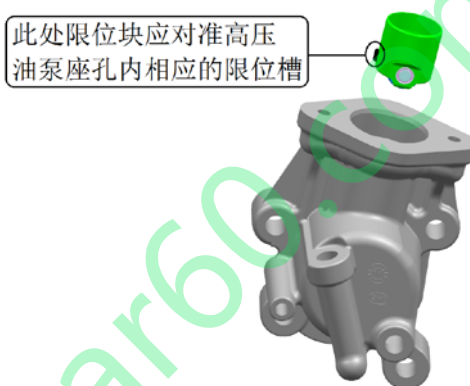

图 4.4
- 4、用机油润滑滚轮式挺柱，再将滚轮式挺柱推入高压油泵座内，如下图 4.4 所示。